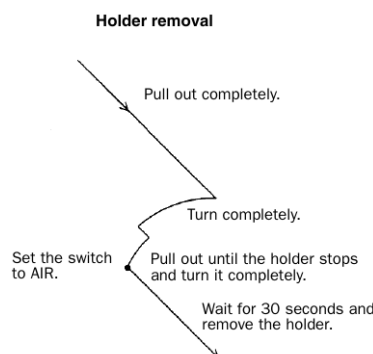

Figura 15
- 6 Los pasos para la extracción del portamuestras son exactamente los mismos que se describieron para la inserción, pero en sentido contrario (figura 15).